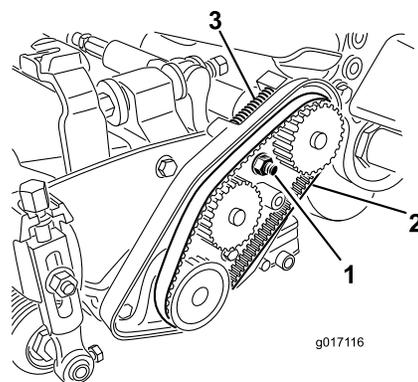

图42
- A. 松开轴承座安装螺母(图42)。
- C. 清除皮带舱内部和压缩弹簧周围的任何杂物(图42)。